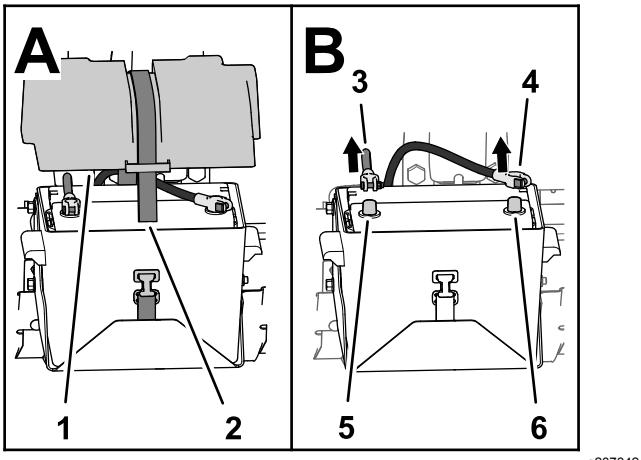

Figura 2
- Retire la tapa de la batería y desconecte el cable negativo (negro—tierra) del borne de la batería (Figura 2).
4. Desconecte el cable positivo (rojo) del borne de la batería (Figura 2).